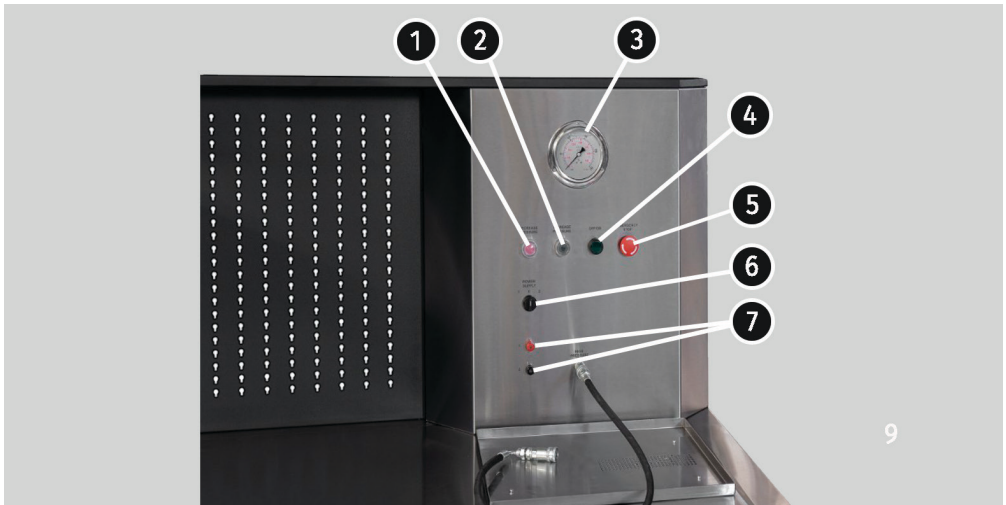

Figura 2. Panel de control
- 8.1. Utilizando el kit de cableado, conecte el motor eléctrico de la pinza a los terminales de alimentación 7 (Figura 2).